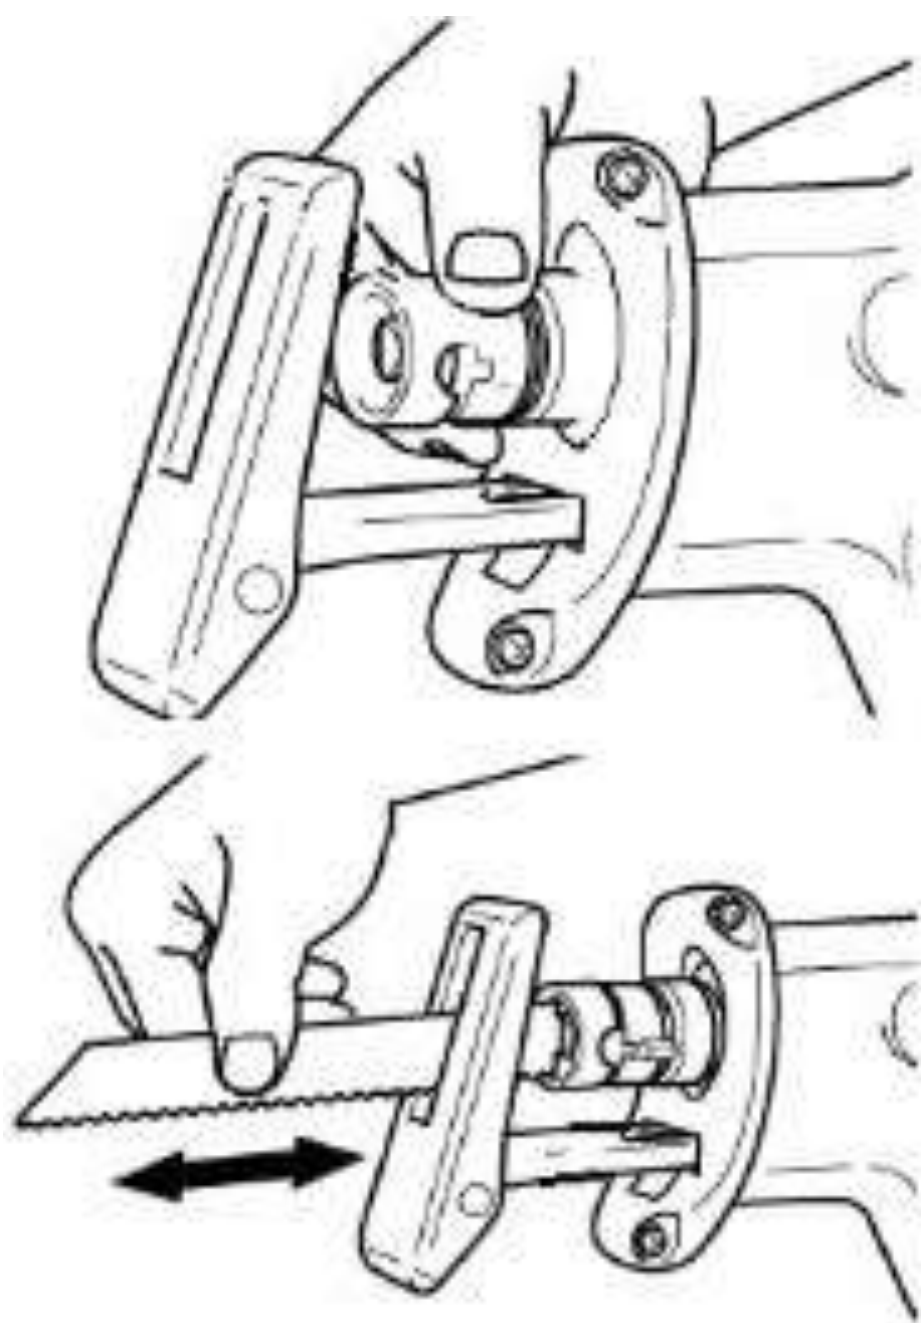

Рис. 4
2. Если температура аккумуляторной батареи выше 45°C или ниже 15°C, процесс заряда батареи не начнется. При этом индикатор (1) будет гореть зеленым после подключения зарядного устройства к батарее.
3. Если аккумуляторная батарея повреждена, процесс заряда батареи не начнется. При этом индикатор (1) будет гореть зеленым после подключения зарядного устройства к батарее.
• УСТАНОВКА И ЗАМЕНА ПИЛЬНЫХ ПОЛОТЕН (Рис.4)